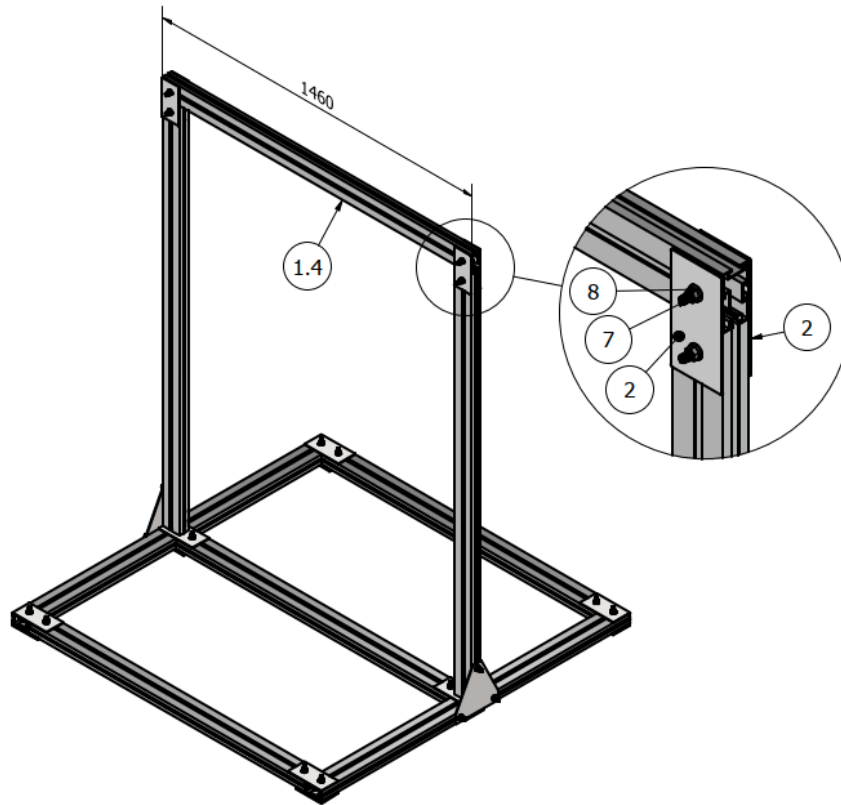

ABB. 5 Montage des horizontalen Oberbalkens
5. Schrauben Sie den oberen waagerechten Balken **1.4** mit den Verbindungselementen **2** an, wie in Abb. 5 gezeigt.